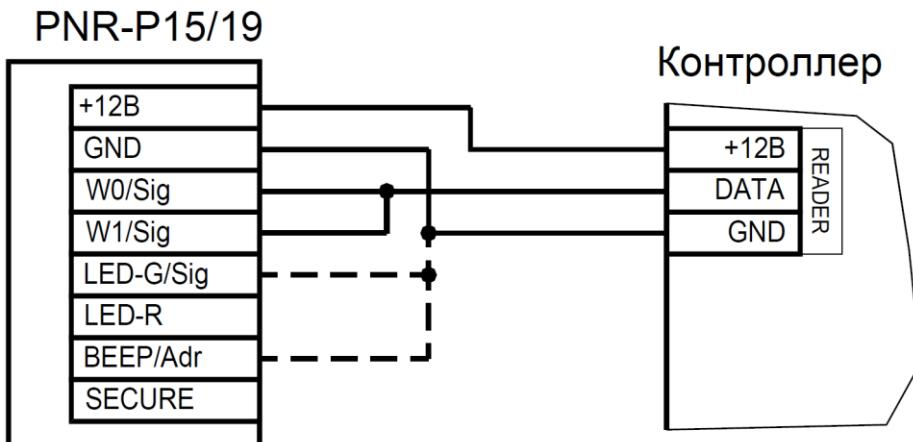

Рисунок 5. Подключение считывателя в режиме Touch Memory
- При работе в режиме **Parsec** линия SIG считывателя (зеленый, белый и оранжевый провода: W0/SIG, W1/SIG и LED-G/SIG) является двунаправленной (см. таблицу 2 и рис. 5 и 6). По ней считыватель передает контроллеру считанный с карты код во внутреннем формате системы **Parsec**.
Для работы считывателя в режиме интерфейса Touch Memory соедините белый и зеленый провода (W0/SIG и W1/SIG) и подключите их к клемме считывателя на контроллере (см. рис. 5).
Если управление индикацией не используется, то оранжевый и желтый провода (LED-G/SIG и BEEP/ADR) должны быть соединены с черным проводом (GND) (как показано пунктиром на рис. 5), в противном случае зеленый светодиод и звуковой сигнал будут работать постоянно. При необходимости использования индикации подключите провода LED-G/SIG, LED-R и BEEP/ADR к контроллеру как указано в руководстве по эксплуатации последнего.